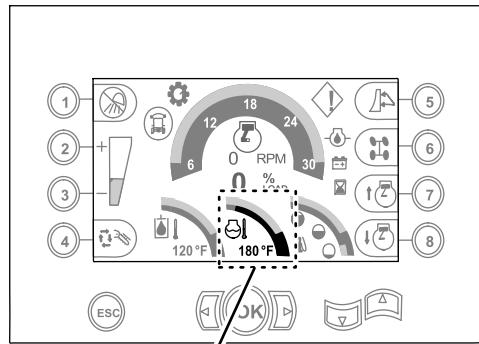

Figure 103
- Faites tourner le moteur pendant 5 minutes ou jusqu'à ce que le centre de commande indique une température du liquide de refroidissement de 82 °C (180 °F), puis coupez le moteur (Figure 103).